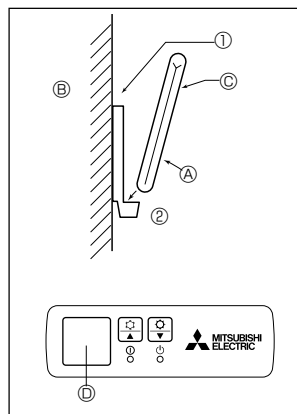
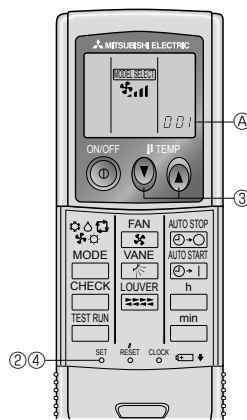

Fig. 6-5
Fig. 6-6
2) Méthode d'installation (Fig. 6-5)
① Attacher le support de la télécommande à l'endroit voulu à l'aide de vis à taraud.
② Mettre la partie inférieure de la télécommande dans le support.
3) Programmation (Fig. 6-6)
① Introduire les piles.
② Appuyer sur le bouton SET à l'aide d'un objet pointu.